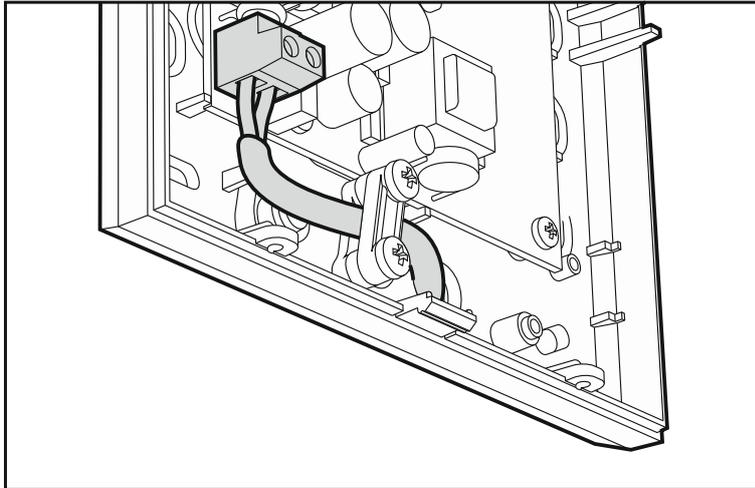

Abb. 2. Befestigung des Kabels zur Stromversorgung.
14. Schrauben Sie die Stromversorgungsleitungen an entsprechende Klemmen an: Außenleiter an die Klemme L, Neutraleiter an die Klemme N (befestigen Sie das Kabel mittels mittgelieferten Elementes – siehe: Abb. 2).